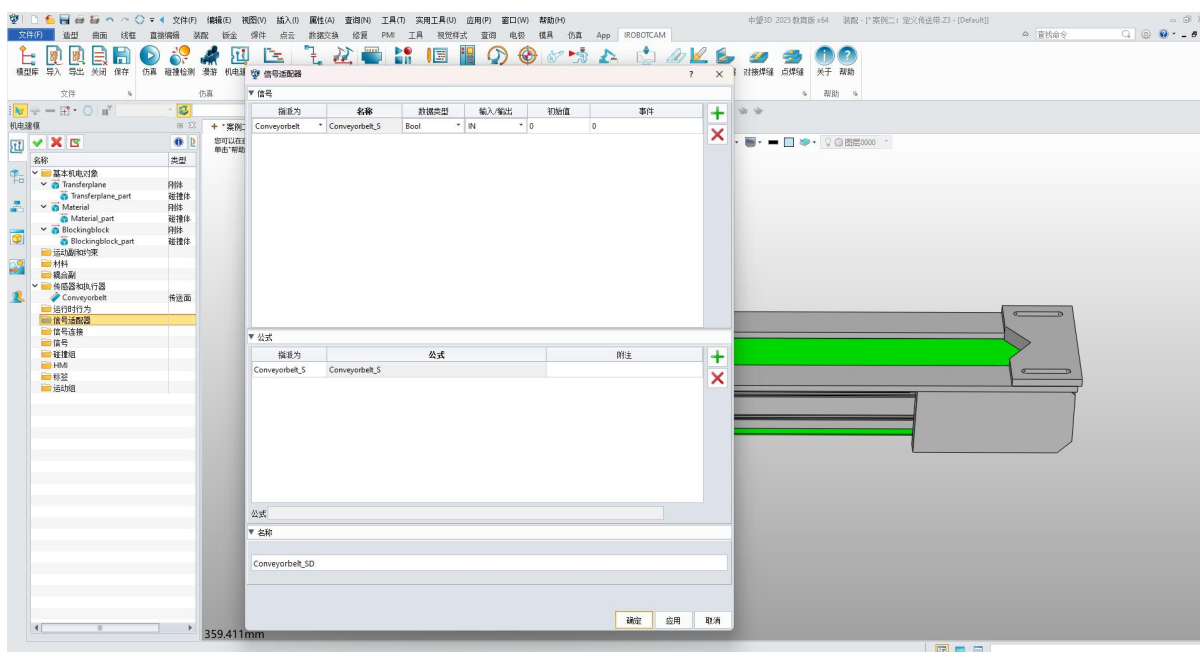

图 6-16: 添加信号适配器
- 生成的信号就是执行信号，可以在仿真序列中控制传送面是否执行运行（图 6-16）